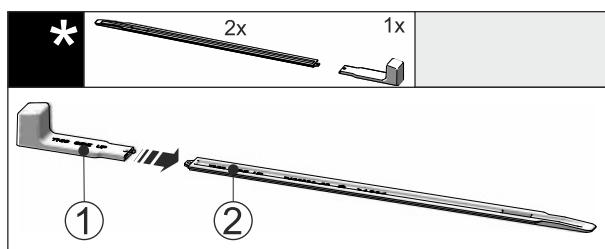

Fig. 47
- ▶ Postavite montažnu ručku Fig. 47 (1) na šinu za Fig. 47 (2) niveliiranje.